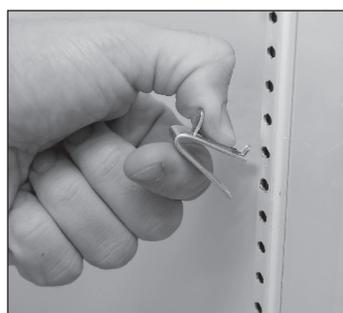

Рис. 1. Установка верхней части зажима для полки.
1. Вставьте зажимы для полок в стандартные отверстия для полок. См. рис. 1.